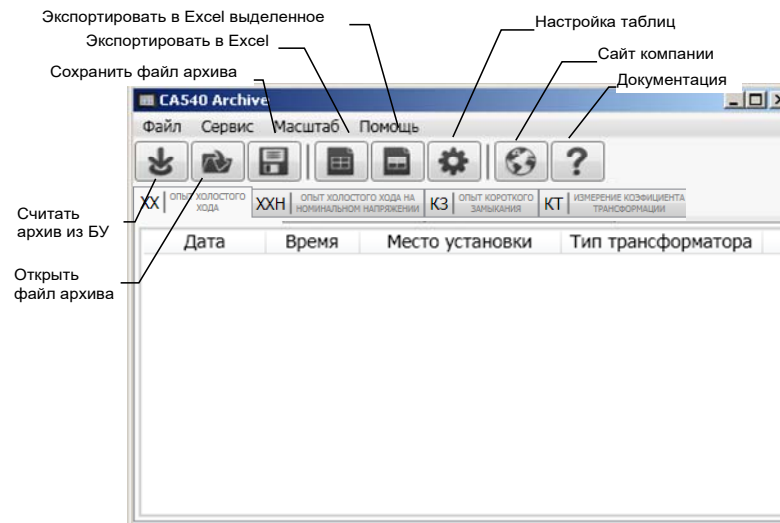

Рисунок 6.90
2) Включить компьютер и запустить программу "CA540 Archive", сделав двойной щелчок на ярлыке , который размещен на Рабочем столе ПК. На экране ПК появится окно программы (рисунок 6.90).